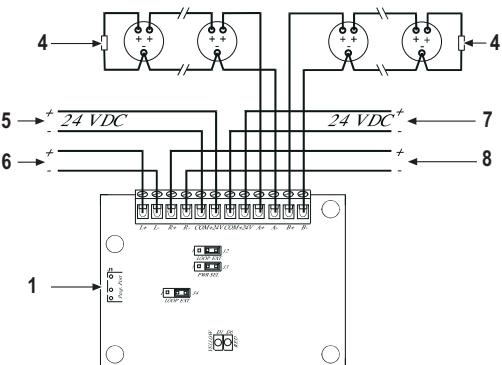

Fig. 3 Circuitos derivados con 24V externos.
- 4) Ver Figs. 3 a 7 para consultar os diagramas simplificados de cabeamento do FC410DDM.